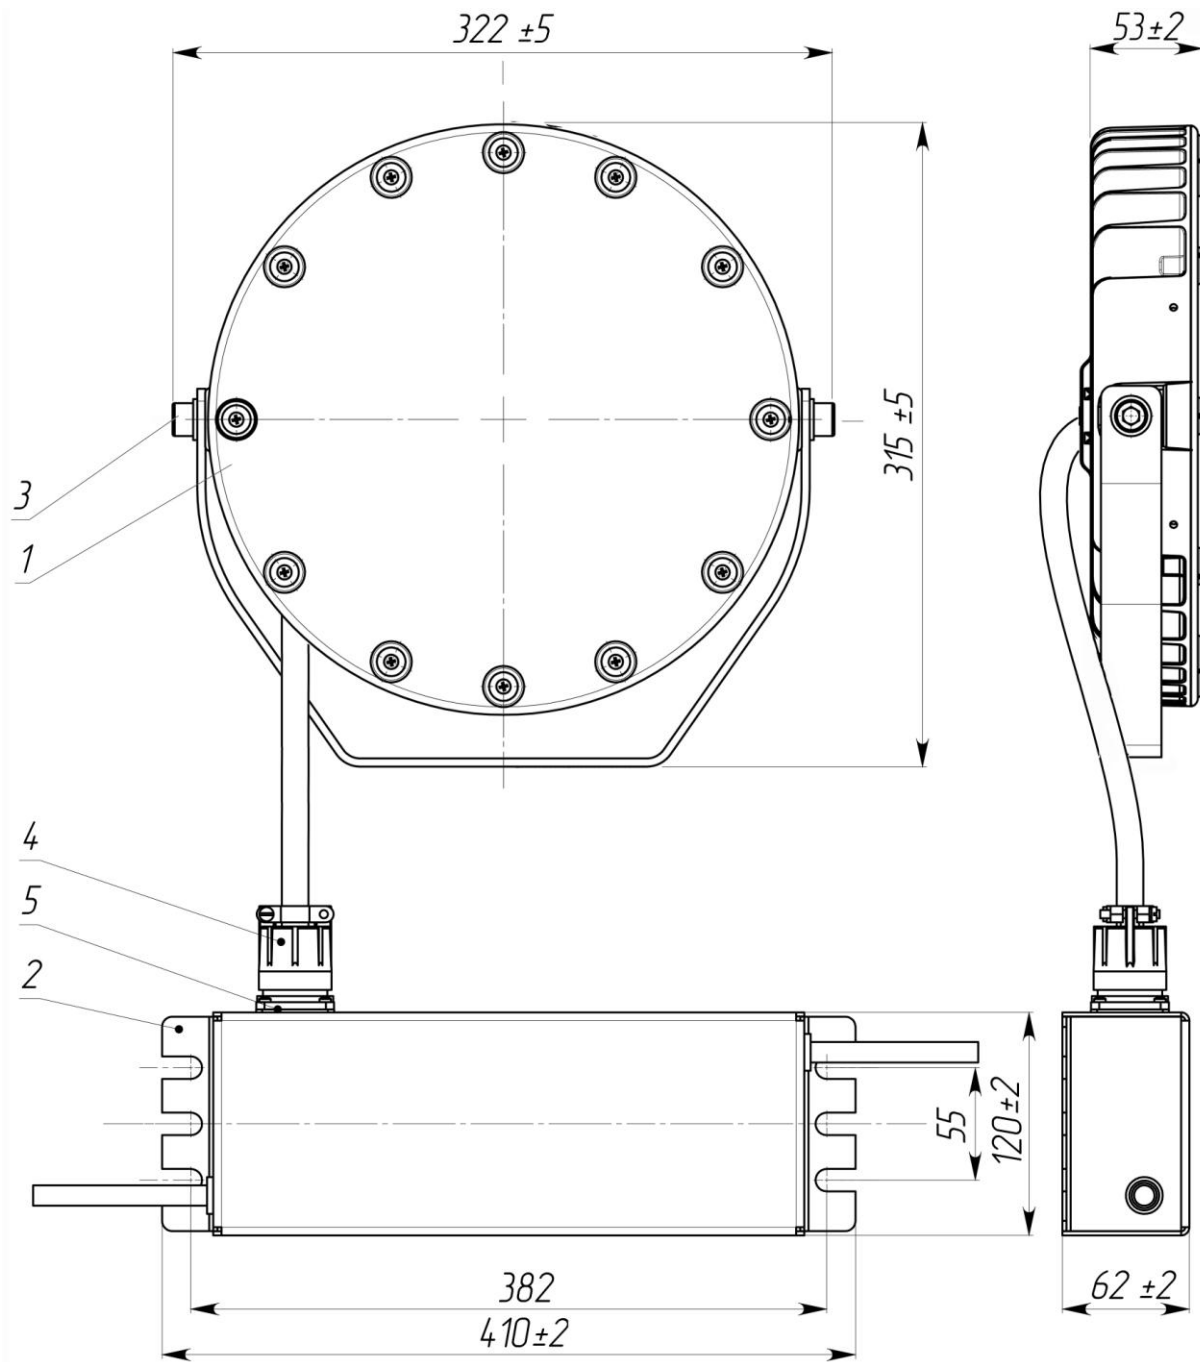

Рис.1
2.1. Прожекторы GALAD Аврора LED-108 M PC (рис.1) со светодиодными модулями предназначены для архитектурного освещения мостов.
- 5.1. Установить оптическую часть (поз.1 см. рис.1) прожектора, закрепив скобу тремя болтами М8.
- 5.4. Соединить разъемы оптической части (поз.4) и блока питания (поз.5 см. рис.1).